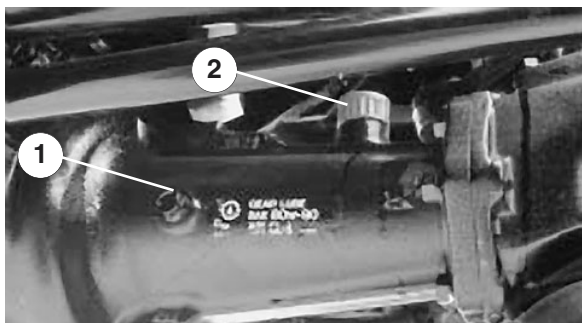

Figure 6
2. Retirez les bouchons de contrôle du pont et vérifiez que le lubrifiant atteint bien la base de chaque trou. Si le niveau est bas, enlevez les bouchons de remplissage et ajoutez suffisamment de lubrifiant pour rectifier le niveau (Fig. 6).